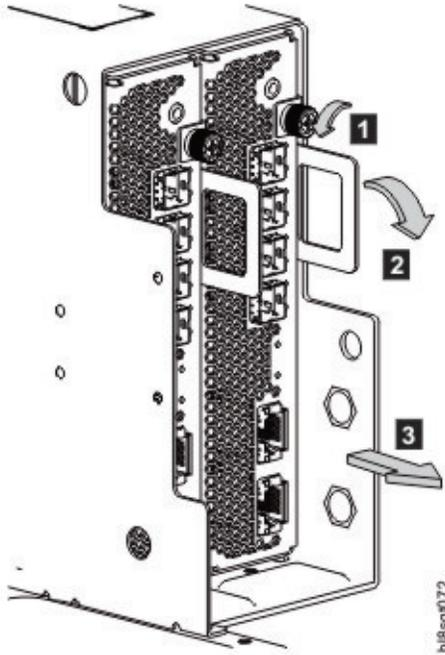
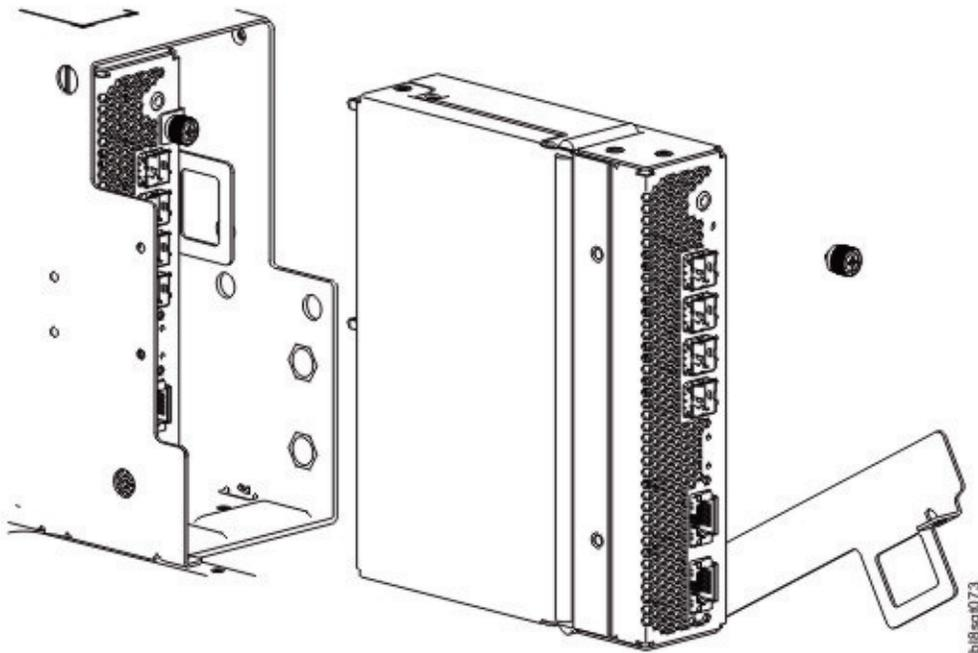

Abbildung 75. Ausbauen eines IOM/EBOD-Erweiterungsmoduls (1 von 2)
Abbildung 76. Ausbauen eines IOM/EBOD-Erweiterungsmoduls (2 von 2)
3. Entriegeln Sie den Verriegelungsgriff des IOM/EBOD-Erweiterungsmoduls, indem Sie die Rändelschraube gegen den Uhrzeigersinn drehen (siehe Detaildarstellung unter Nr. 1 in Abb. 75 auf Seite 89). Achten Sie darauf, dass sich die Rändelschraube nicht aus dem Verriegelungsgriff des IOM/EBOD-Erweiterungsmoduls löst.
4. Halten Sie den IOM-Verriegelungsgriff zwischen Daumen und Zeigefinger und ziehen Sie daran. Drehen Sie den Griff nach außen und unten, um das IOM/EBOD-Erweiterungsmodul aus dem Gehäuse zu hebeln (siehe Detaildarstellung unter Nr. 2 und Nr. 3 in Abb. 75 auf Seite 89).
5. Halten Sie den Verriegelungsgriff und lassen Sie das IOM/EBOD-Erweiterungsmodul nach vorne aus dem Steckplatz gleiten (siehe Abb. 76).
**Anmerkung:** Halten Sie sich bei der Ausführung der folgenden Prozedur an Abb. 76 auf Seite 89 und Abb. 75 auf Seite 89. Ignorieren Sie dabei jedoch den Richtungspfeil. Bei der Installation wird das IOM/EBOD-Erweiterungsmodul in der entgegengesetzten Richtung des angezeigten Pfeils bewegt.